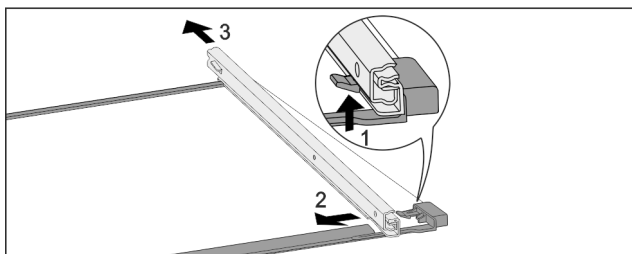

Fig. 65 Скляна пластина з рейками
- ▶ Натиснути передній гачок-фіксатор вгору. Fig. 65 (1)
- ▶ Виштовхніть виїзну рейку в сторону Fig. 65 (2) та назад Fig. 65 (3).